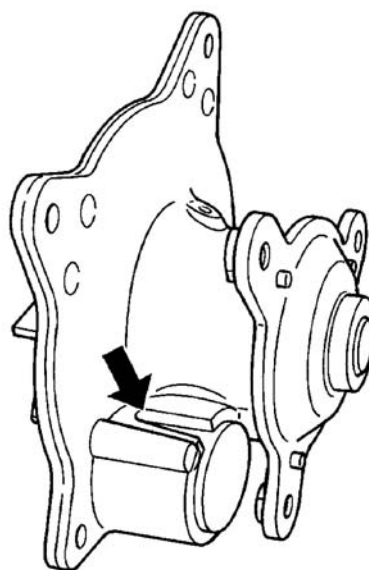

图 30 水泵检查-3.3/3.8 升发动机
- （2）冷却液泄漏，这是能明显看到的，如果在泵体以及位于其下方的部件上有潮湿的冷却液液流痕迹。在排水孔收集槽内有少量的水迹（图 30），被视为是正常的。
注：呈现黑色、棕色或灰色的渗漏污点，如果是干燥的，则被视为是正常的。若渗漏污点是湿的，则以 15-18psi 的压力，测试冷却系统，并观察渗漏区。若渗漏区仍然未变，此时不要更换水泵。若渗漏孔/收集槽处明显有发动机冷却液在稳定地渗漏，那么应该更换水泵（图 30）（轴端密封失效）。在更换水泵之前，一定要进行彻底分析。